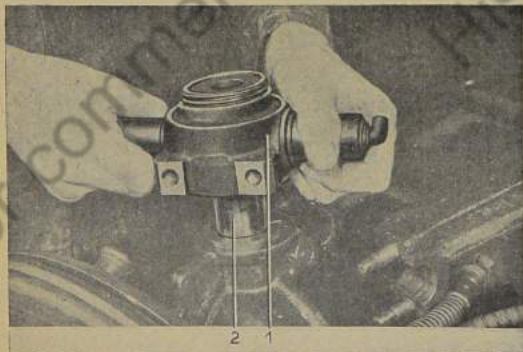

Bild 733: Lagerzapfen abheben
10. Lagerzapfen vom Achsbolzen nach oben abheben (Bild 733).